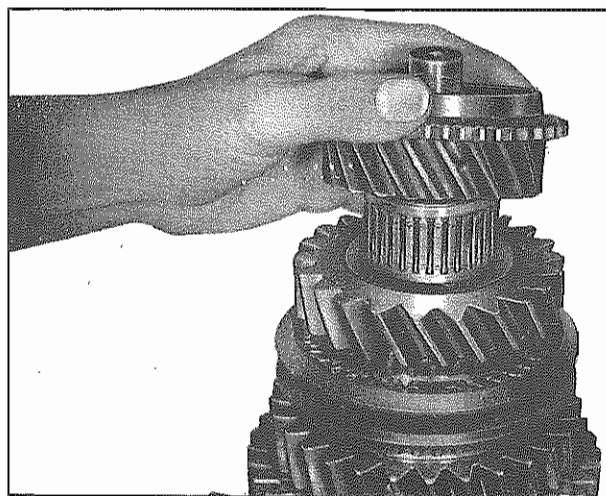

Fig. 35 - Ingranaggio della 4a marcia
- Montare sull'albero primario la gabbia a rullini (410) e l'ingranaggio della 4a marcia (409) con la dentatura d'accoppiamento rivolta verso l'alto (Fig. 35).
- Slide needle cage (410) and 4th gear wheel (409) with clutch teeth up onto main shaft (Fig. 35).